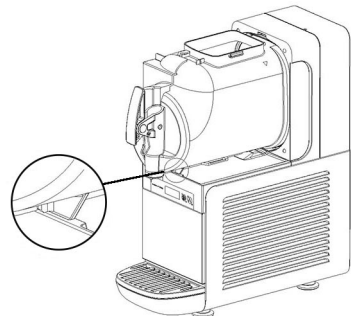

figura 17
**7** Coloque el recipiente y empujelo hacia la pared trasera, verificando que calce completamente en la junta y que, simultáneamente, su enganche inferior esté enganchado en el saliente correspondiente del plano colector de gotas (ver figura 17).